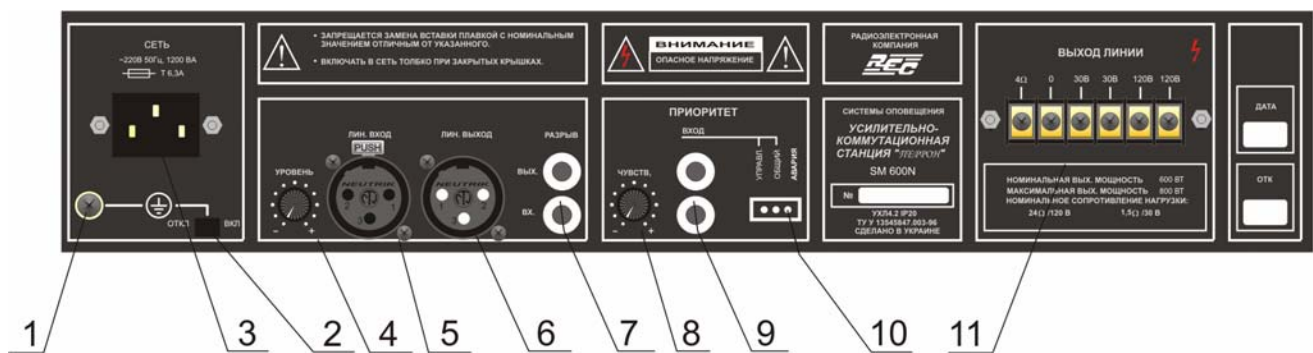

Рисунок 3
– при использовании УКС и УМ с пассивными источниками НЧ-сигнала (пульта конференцсистем, микрофоны и т. п.) переключатель ОТКЛ/ВКЛ (поз.2, рисунок 3) устанавливать в положение ВКЛ («схемный» общий провод подключен к корпусу изделия);
Клемма  (поз. 1, рисунок 3) является дополнительной и может быть использована для дополнительного (страховочного) заземления.